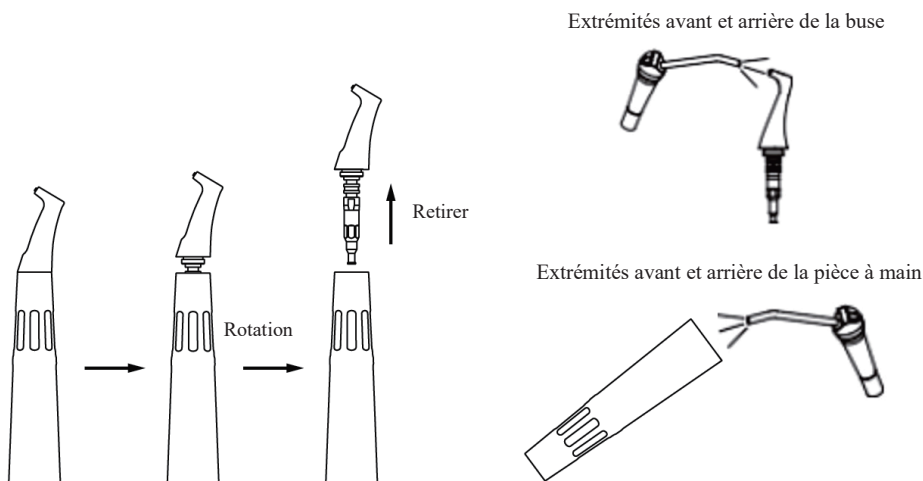

Figure 8 Schéma de nettoyage de la pièce à main
3.7.1.1 Retirez la pièce à main d'aéropolissage, desserrer la tête de la pièce à main et retirer la tête de la pièce à main (pour la pièce à main sous-gingivale, la buse doit être retirée au préalable), comme indiqué sur la figure 8.